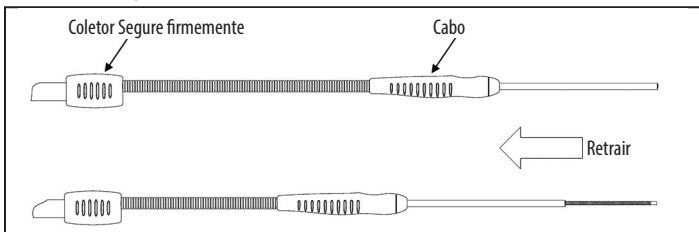

Figura 3: Retração do cabo e da haste rígida — Segure o cabo e o coletor firmemente enquanto retrai a haste rígida.
- Retraia o cabo retrátil e a haste rígida para expor a ponta maleável. Retraia o cabo retrátil e a haste rígida para expor a ponta maleável. Consulte a Figura 3: Retração do cabo e da haste rígida.